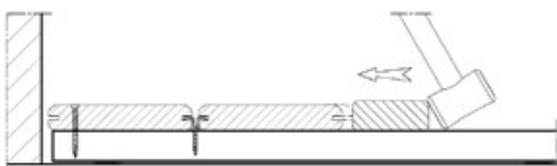

Figure 3
5. La lame est en place. Visser les clips COBRA® entre les lames à l'aide de l'embout fourni. Eviter d'exercer un couple de serrage élevé (embrayage de la visseuse réglé au plus glissant) (**Figure 2**). Frapper la lame à l'aide d'un maillet pour serrer les clips sur la lame précédente (**Figure 3**). Renouveler l'opération lame après lame.